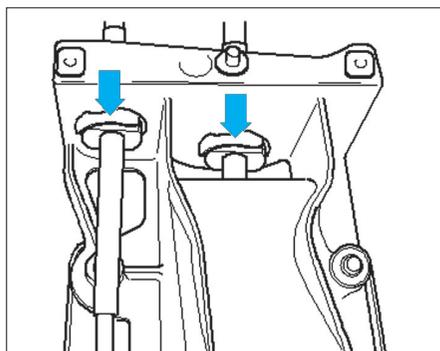

Fig. 27
- Dégager en faisant lever les segments d'arrêt au niveau du contre-appui du boîtier de commande comme illustré (Fig.27).